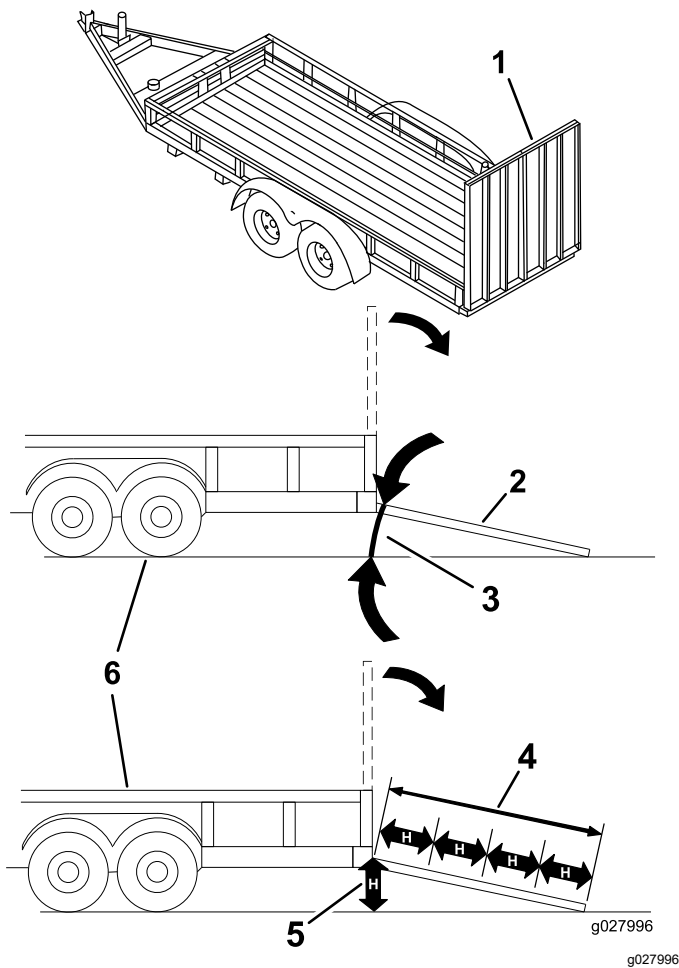

図 30
マシンをトレーラなどに搭載する作業は、機体を転倒させる危険をはらんでおり、万一そのような事故が起こると死亡事故など重大な人身事故となる **図 30**。
- 歩み板を降ろす板と地面との角度が15°以下となるにすること 図 30。
- 歩み板を降ろす板と地面との角度が15°以下となるようにすること 図 30。